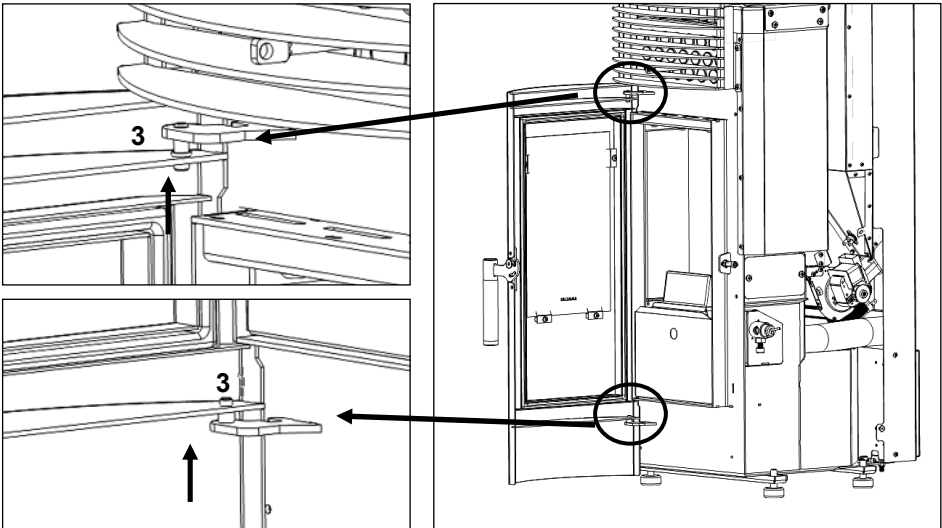

Figure 47 – Démontage de la porte
b) Placez l'avant supérieur comme illustré à la Figure 47, en positionnant les languettes de la partie avant sur la face intérieure de la structure.